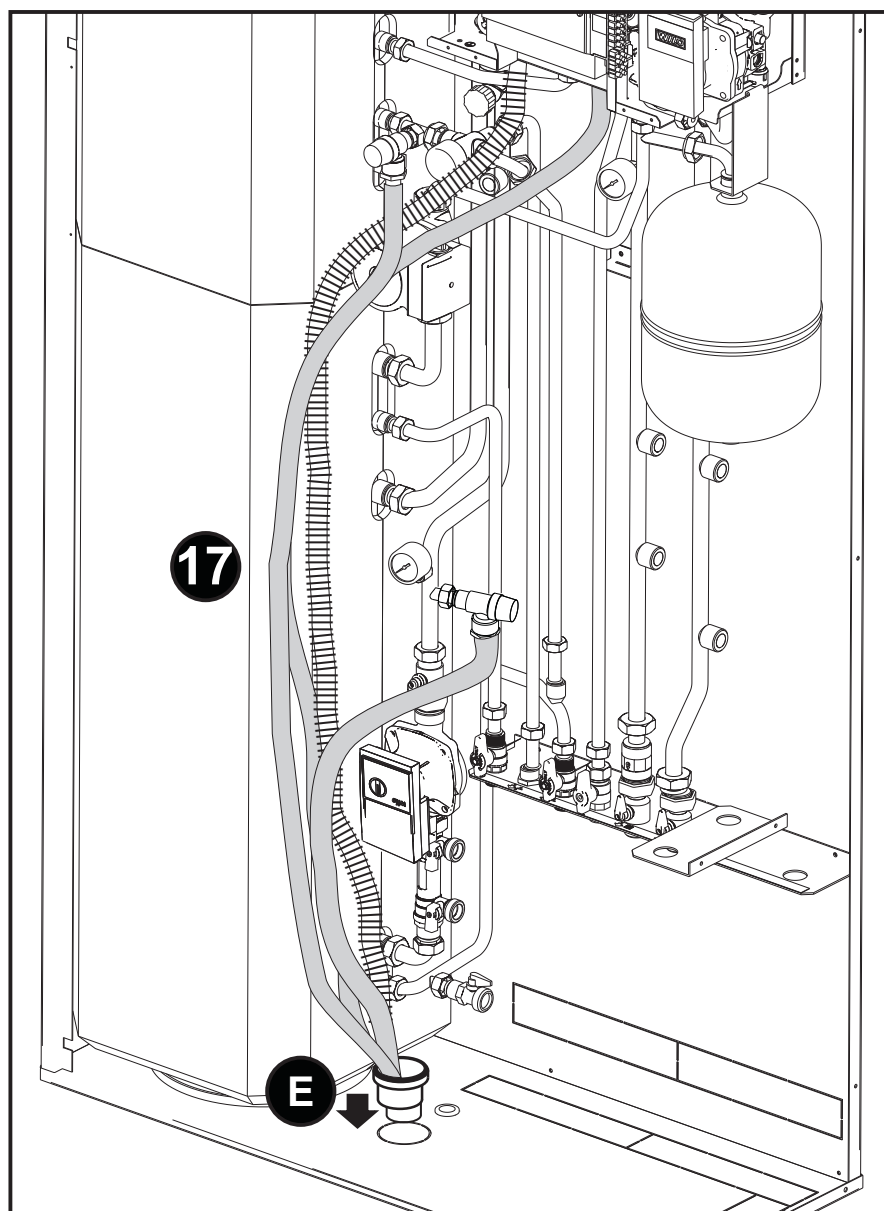

fig. 37
NOTA: sul fondo dell'involucro (pos.13) deve essere previsto l'allacciamento di un tubo di scarico D=40 sul quale verrà inserito l'imbuto di raccolta scarichi (rif. E - fig. 37) fornito in dotazione con l'apparecchio.